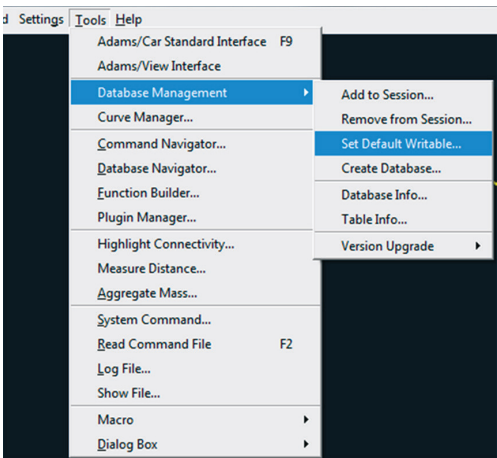

Figura 5.9 – Ilustração da opção a ser selecionada para definição do diretório padrão.
- Abra o menu *Tools* → *Database Management* → *Set Default Writable* (Figura 5.9).